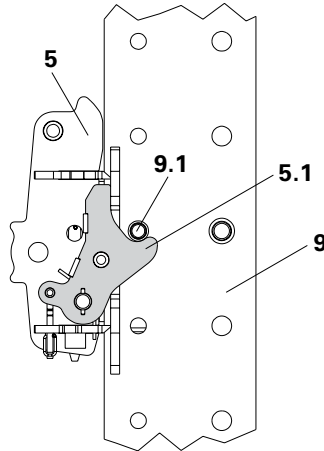

Fig. 51: Posicionamiento sobre el soporte de trepado
- Posicionar la unidad de trepado sobre los pestillos de trepado (5.1) de los soportes activados. (Fig. 51)